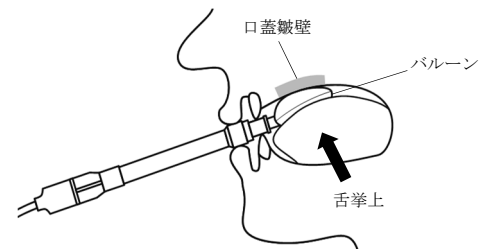

図5. バルーン押し潰し時の舌挙上
- (3) 患者に硬質リングを前歯で軽く把持させたまま、口蓋皺壁に対して最大の力で舌を挙上するように指示し、患者は数秒間バルーンを押し潰す(図5)。測定者の合図で押し潰しを終了し、デジタル舌圧計の「最大圧」表示の数値を最大舌圧として記録する。
- (4) 表示画面を確認しながら、患者に硬質リングを前歯で軽く把持させたまま、口蓋皺壁に対して(1)で設定した目標値まで舌を挙上するように指示し、患者は数秒間バルーンを押し潰す(図5)。測定者の合図で押し潰しを終了する。
- (5) (4)を繰り返す。
- (6) リハビリテーション終了後、舌圧プローブを患者の口腔から取り出す。